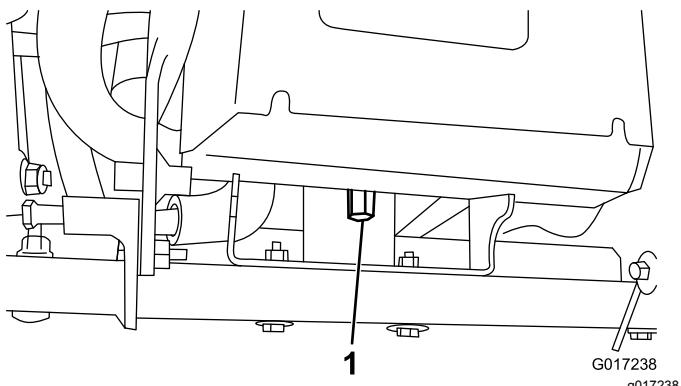

Figure 11
4. Retirez le grand écrou qui fixe l'arrière du socle de la batterie au cadre de la machine (**Figure 11**).